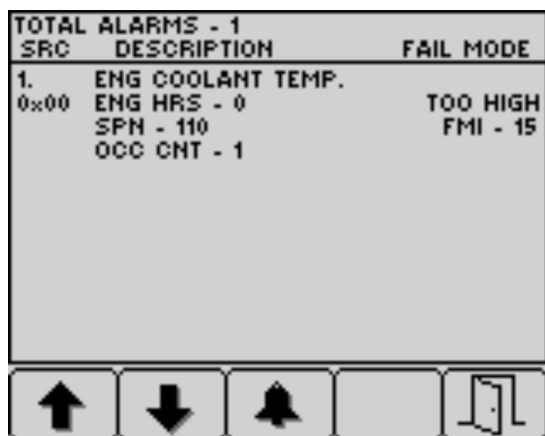

Figure 39
4. Appuyez sur le bouton 5 pour quitter la liste des anomalies actives et revenir à l'écran d'accueil (Figure 39).
5. Appuyez sur le bouton 5 pour quitter la liste des anomalies actives et revenir à l'écran d'accueil; voir Figure 39 sous Messages d'avertissement du moteur (page 37).